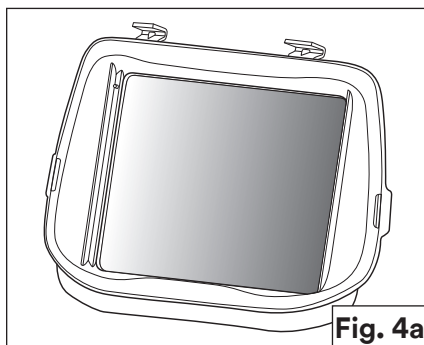

Fig. 4a
2. **Conjunto de filtro pasivo de la serie G5:** El ADF en el casco para soldar se puede quitar y el casco para soldar también se puede usar con un vidrio de un solo tono (Fig. 4a). Los tonos disponibles son 10, 11, 12 y 13. Para insertar la opción de vidrio de un solo tono: